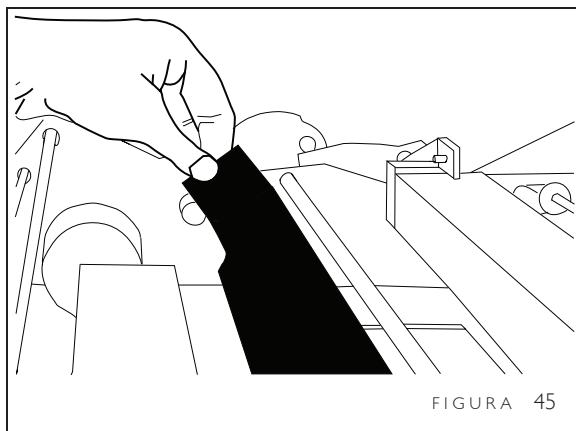

FIGURA 45
2. Levante el soporte negro metálico para álbum que está colocado directamente delante de la platina de calentamiento (Figura 45).
- Para tener acceso a la parte superior de la platina, levante el soporte para álbum (Figura 45 en la página 15). Limpie el pegamento que haya con un paño de algodón limpio y seco. Limpie la superficie a lo largo, hasta que quede limpia.
Primero, regrese el soporte para álbum a su posición original (Figura 45 en la página 15). Aplique presión sobre el soporte para álbum hasta que quede trabado en su lugar, con un chasquido.